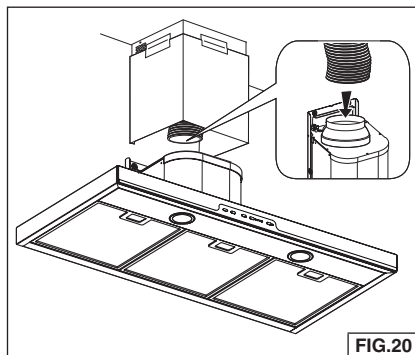

FIG.20
8. Allongez le conduit extensible, fixez l'adaptateur de 15,2 à 20,3 cm (de 6 à 8 po) et scellez les joints avec du ruban à conduit. Fig. 20.